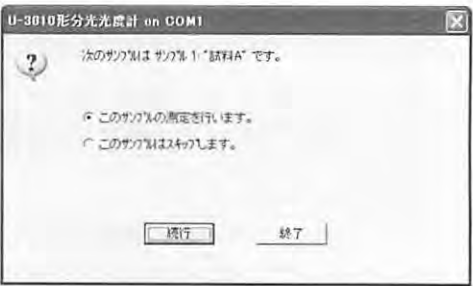

図3-10
- (2)  ボタンをクリックすると、図3-10のような画面が表示されます。 **続行** をクリックします。